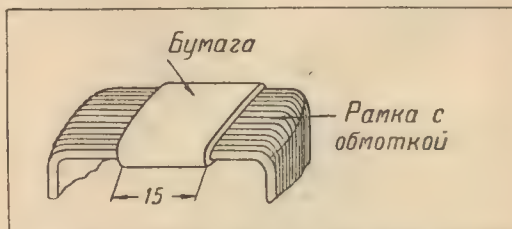
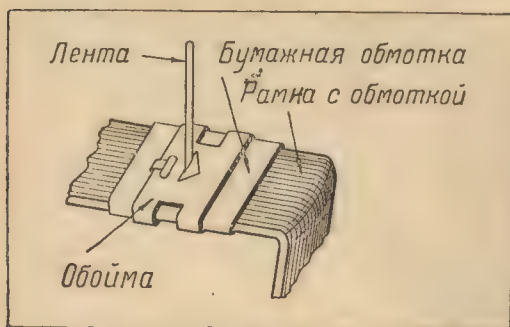

Рис. 9. Бумажная обмотка на торцах рамки
Рис. 10. Крепление обоек
5) Когда намотка закончена, обмотка рамки (еще не снятой со станка) пропитывается шеллаком или цапонлаком. Когда лак высохнет, рамку снимают с болванки, и торцы по середине обматывают в несколько слоев бумажной полоской, покрытой с одной стороны раствором шеллака (рис. 9). После этого к рамке прикрепляются обоймы (рис. 10).